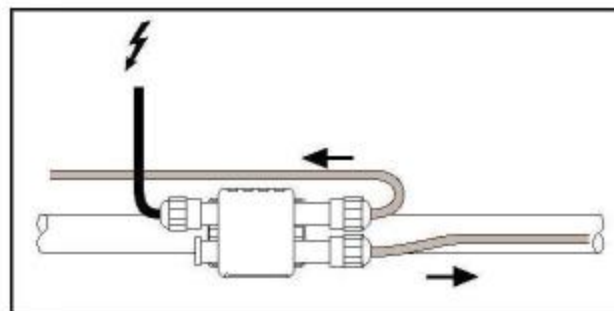

Figure 2 - Rayclik-PS-02 : Alimentation pour 2 rubans
- Rayclik-PS-02 : Alimentation pour 2 rubans (*figure 2*),